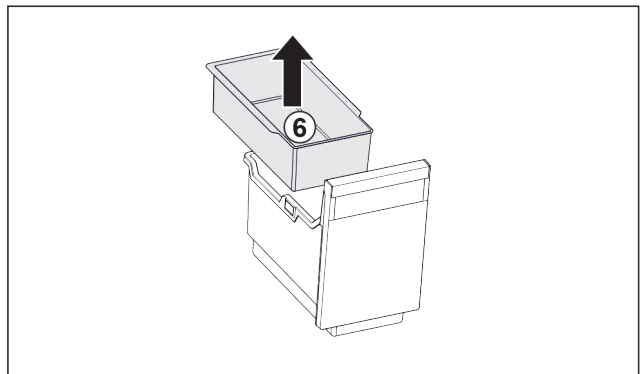

Fig. 85
- ▶ Извлеките Fig. 85 (6) подвесной лоток.